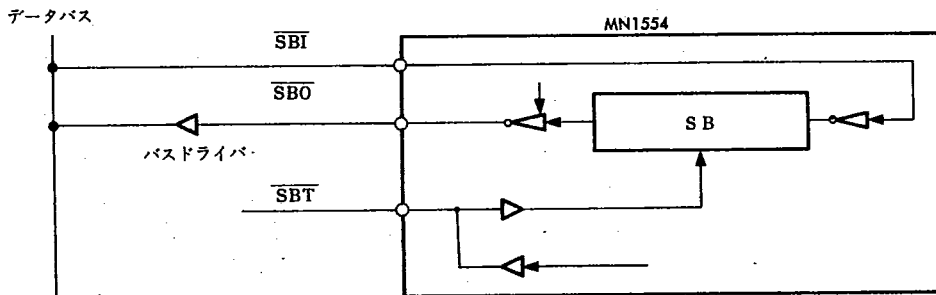

図2 バスドライバの接続
- データバスの負荷が重いときには、外部にバスドライバを接続する必要がありますが、このときには図2のような構成がとれます。
- (2) データとクロックのタイミング関係で、2 種の形式が選択できます。選択は、マスク発注時指定してください。